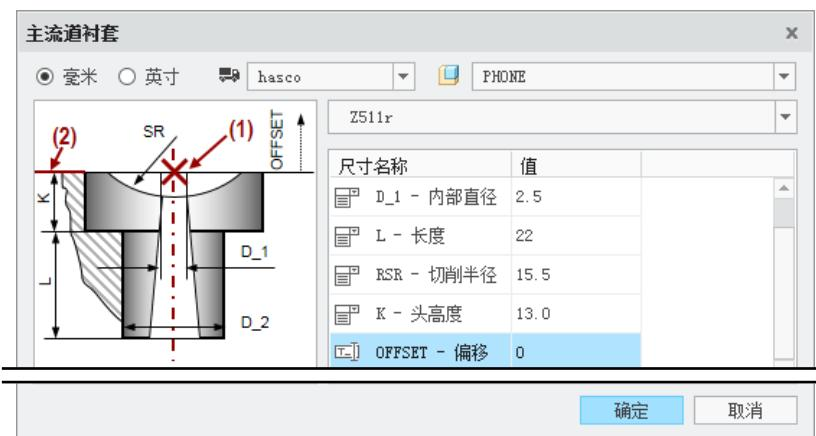

图 31.47 “主流道衬套”对话框
Step1. 定义主流道衬套。在“模架定义”对话框 **定位环定模** 的下拉列表中选择 **主流道衬套** 选项，此时系统弹出图 31.47 所示的“主流道衬套”对话框。定义衬套型号为 **Z511**；在 **OFFSET - 偏移** 文本框中输入值 0，其他参数采用默认设置，然后单击 **确定** 按钮。